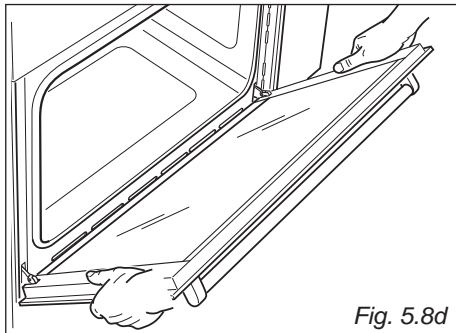

Fig. 5.8d
- Impugnare la porta come illustrato in fig. 5.8d.